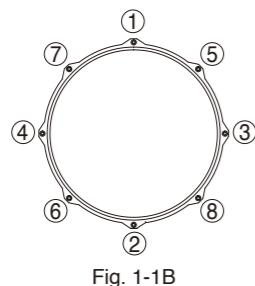

Fig. 1-1B
- * Ajuste los tornillos de tensión de manera uniforme, apretando cada tornillo levemente y pasando después al siguiente, como se muestra en la Fig. 1-1B. Primero, apriete cada tornillo de tensión con la mano. Despues, usando el afinador, apriételo más fuertemente, pero recuerde, solo un poco cada vez, pasando de un tornillo a otro según el patrón establecido en la Fig. 1-1B.